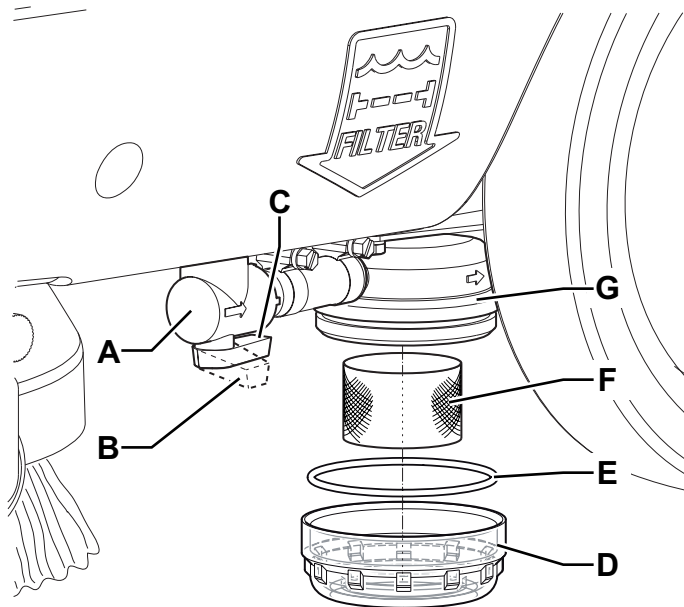

Figure 9
2. Contrôler que la manette (62) soit en position «0».
3. Fermer le robinet de la solution (A, Fig. 9) situé dessous la machine, devant la roue arrière gauche.